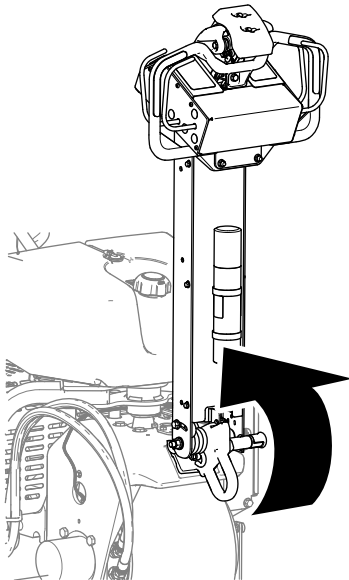

Figura 65
1. Sollevate completamente la maniglia per inserire il freno di stazionamento (Figura 65).